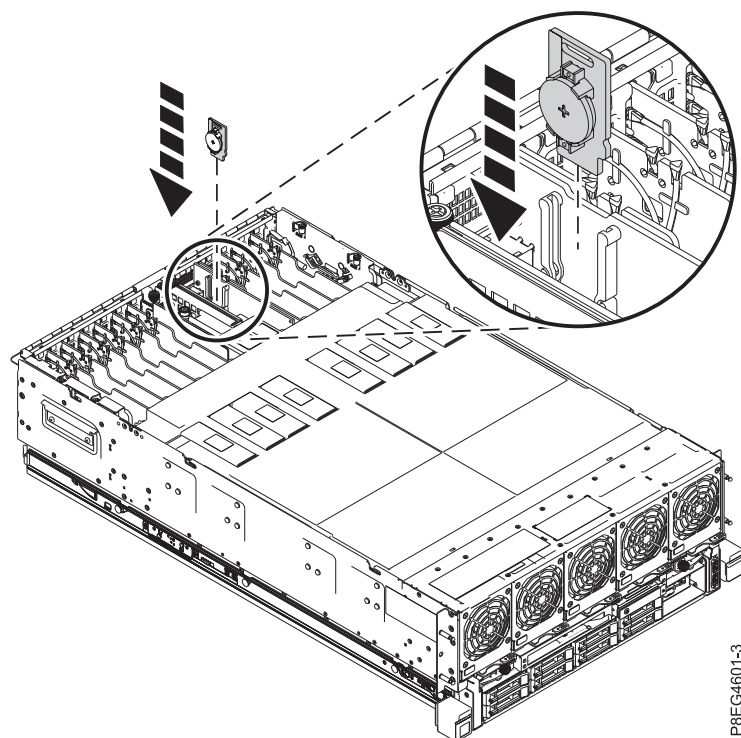

図 3. スロット P1-C5-C1 への時刻バッテリー・カードの挿入
2. 時刻バッテリー・カードを、図 3 に示すように、サービス・プロセッサ・カードのロケーション P1-C5-C1 にあるスロットに挿入します。